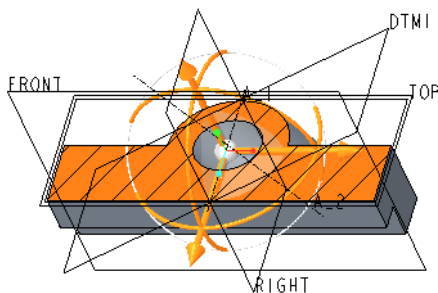

图 3-123 启用自由定位时显示有拖动器
- : 该按钮用于启用修剪平面的自由定位。启用自由定位后, 可以使用拖动器平移和旋转修剪平面方向, 如图 3-123 所示。